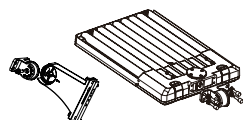

Fig 4
Étape 1 : Retirer la base du support du support, puis installer la base du support sur le luminaire à l'aide des fixations fournies. (Fig. 4)